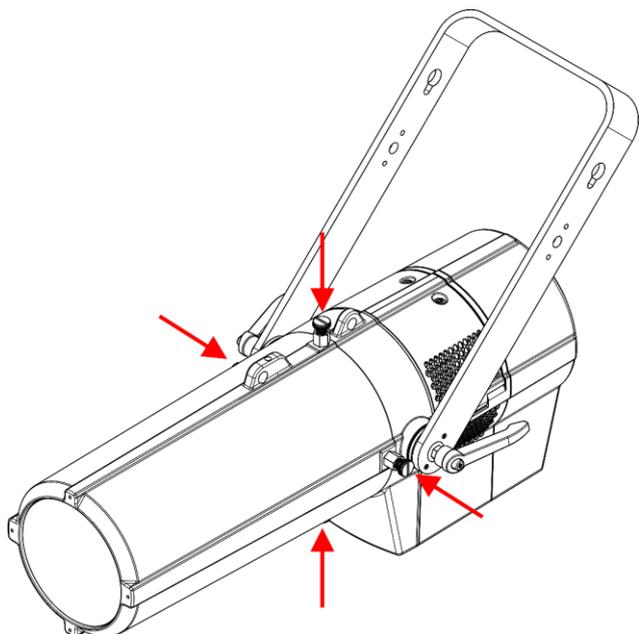
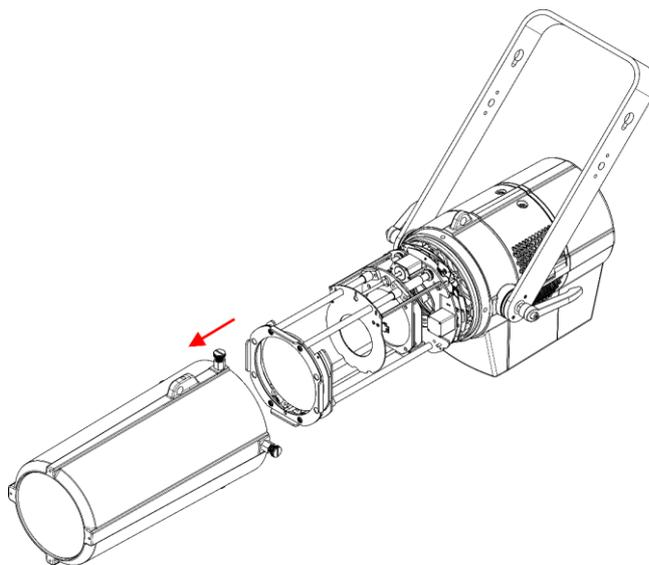

Fig. 03
Fig. 04
01) Afloje los 4 tornillos de montaje de la cubierta (Fig. 03) y extráigala (Fig. 04).